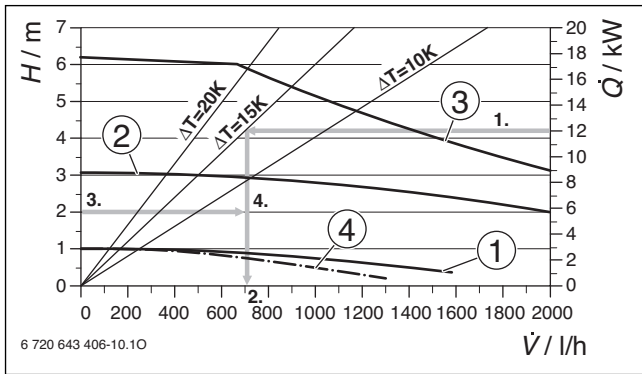

Bild 207 Pumpenkennlinien
Es ist eine maximale Heizleistung von z. B. 12 kW bei einer Temperaturspannung von  $\Delta T = T_{\text{Vorlauf, Heizkreis}} - T_{\text{Rücklauf, Heizkreis}} = 15 \text{ K}$  (Auslegung 50 °C/35 °C) gefordert. Aus Bild 207 ergibt sich eine zugehörige Heizwassermenge von 700 l/h (1. und 2. in Bild 207). Der überschlägige Druckverlust1) beträgt 200 mbar (3. in Bild 207). Es muss demzufolge Pumpenstufe 2 eingestellt werden (4. in Bild 207).
**Legende zu Bild 207 und 208:**